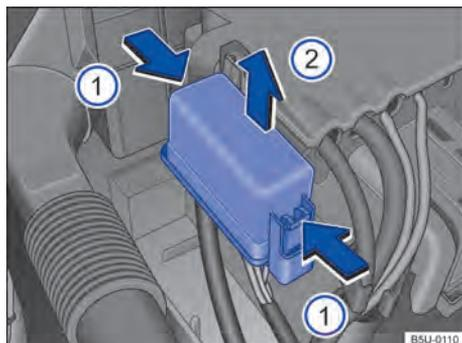

Fig. 196 En el compartimiento del motor: cobertura de la caja de fusibles.
- Presionar las trabas en el sentido de la flecha → fig. 196 , para desbloquear la cubierta de la caja de fusibles.